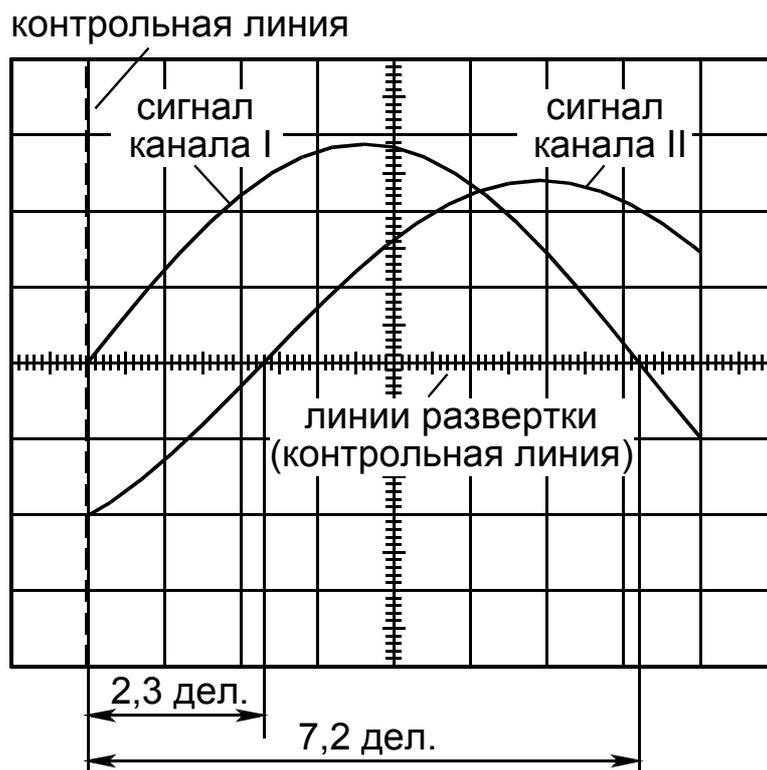

Рис. 12. Измерение разности фаз двух синусоидальных сигналов
**ПРИМЕР.** Полупериод опорной синусоиды составляет 7,2 деления, исследуемая синусоида отстает от опорной на 2,3 деления (рис. 12). Таким образом, начальная фаза исследуемой гармоники (сдвиг фаз) отрицательна и составляет: